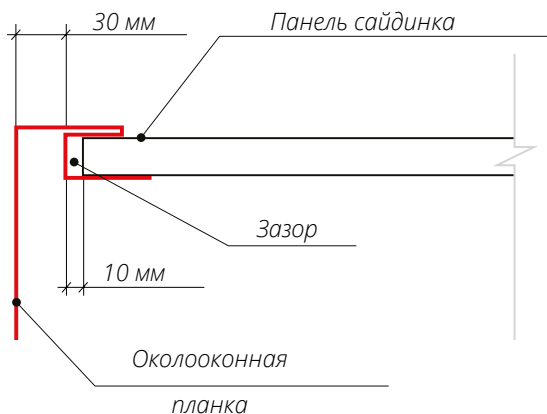

Рис. 21
- Подготовьте панели, примыкающие к проему снизу. Если под проемом не установлен Н-профиль, вырез делается на ширину оконного проема с учетом размера Околооконной планки и зазора, необходимого для того, чтобы можно было вставить панель в Околооконную планку (*рис. 21*).
те необходимый вырез, как показано на схеме (*рис. 21*). Вырез должен быть шире проема на 80 мм. Глубина выреза должна позволить смонтировать панель без зазоров и деформаций.